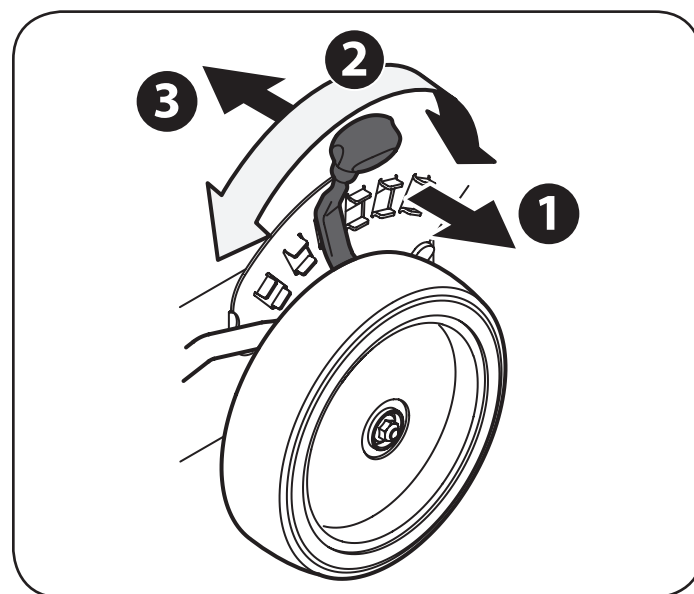

Figura 6
1. Tire de la palanca de ajuste de altura hacia afuera en dirección a la rueda (la unidad tenderá a caer cuando se mueva la palanca hacia afuera). Vea la Figura 6.